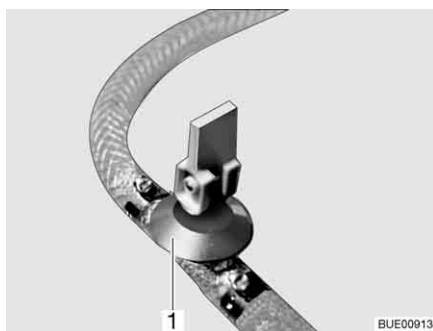
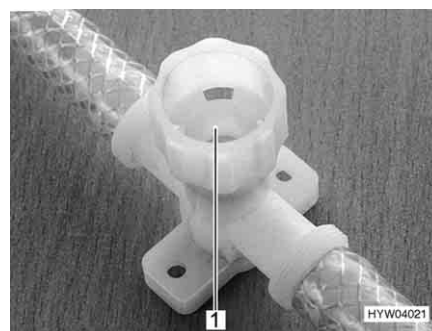

Bild 237 Avtappningskran (med vipparm)
Bild 238 Avtappningskran (med vred)
- Öppna alla avtappningskranar. Ställ för detta avtappningskranens vipparm (Bild 237, 1) lodrätt eller vrid avtappningskranens kran (Bild 238, 1) moturs.